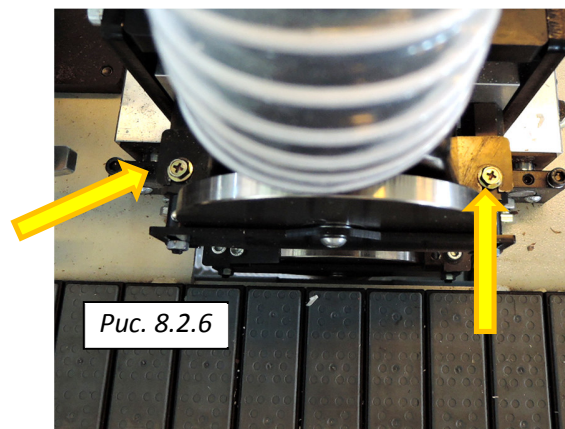

Рис. 8.2.6
2. Отсоедините пылеотводящий шланг и вытяжной штуцер при помощи отвертки. (Рис. 8.2.6).